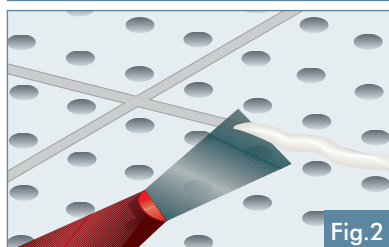

Fig.2
- Esperar hasta que la pasta empieza a fraguar (aproximadamente 1h.) y enrasar la junta con una espátula (fig. 2).